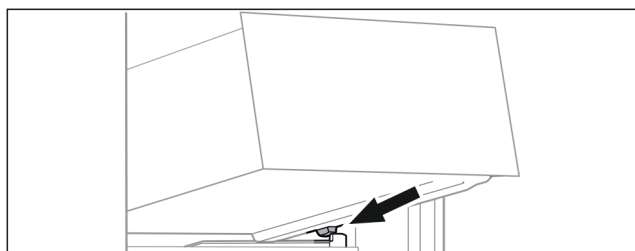

Fig. 85
- Applicare il cassetto inclinandolo dietro i fermi sulla nervatura del contenitore. (vedere Fig. 85)